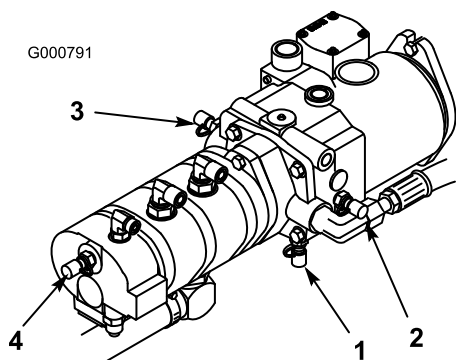

図 82
4. テストポートはトランスミッションの下にあり 図 82、トランスミッションのチャージ圧の測定用です
5. テストポート 図 82 は 前進走行油圧の測定用です
6. テストポート 図 82 後退走行油圧の測定用です
7. テストポート 図 82 は パワステ油圧の測定用です